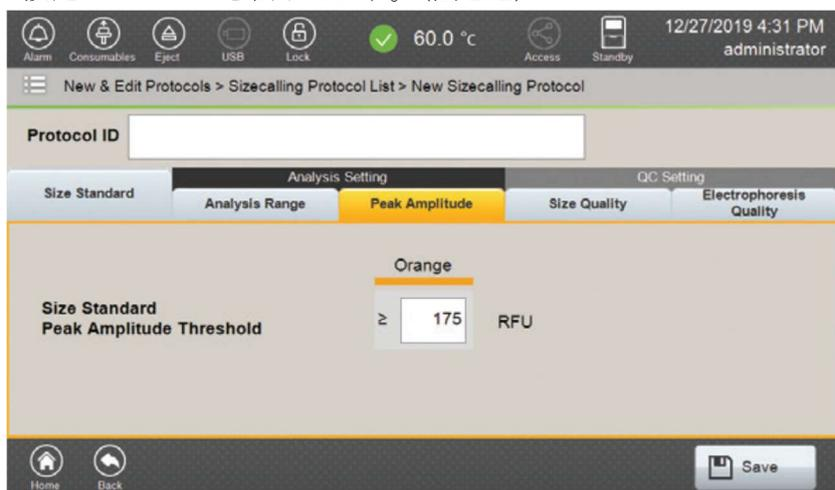

図 132 Peak Amplitude タブ
Peak Amplitude Threshold	<p>ピークのサイズを決めて呼び出すために、RFU の最小値を定義します。この閾値より低いピークはキャンセルされず、引き続き表示されます。(ソフトウェア上の範囲は 1 RFU から 30000RFU) (図 132)</p> <p>閾値は size standard に使用される dye channel に対して設定されなければなりません。Size standard のピークが Sizecalling のアルゴリズムで考慮されるために、そのピークは Sizecalling Protocol で設定された peak amplitude threshold を超えたものでなければなりません。1 つ以上のピークが peak amplitude threshold 以下の場合、そのサンプルの SQ と EQ の値が下がる可能性があります。閾値は、二次解析に用いられるものと同じになるように通常は設定されます。</p>
7. **Peak Amplitude** のタブを選択し、**Size standard peak amplitude thresholds** の設定オプションを表示します。(図 132)